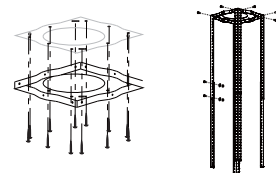

Bild.2
- Taket måste kunna bära minst 40 kg vikt och tjockleken på taket måste vara större än  $\geq 30\text{MM}$ , se bild 2. Borra 1\*170mm hål i taket.
- Använd upphängningstavlan för att borra 12 hål i taket, se bild 2. Använd 12 st ST6\*40mm stora planhuvade skruvar för att fixera upphängningstavlan på taket och sedan 8 st M4\*10 skruvar och M4 muttrar med packningar för att ansluta vinkeljärnet till upphängningstavlan, se bild 1. Beräkna längden på vinkeljärnet och använd 16 st M4\*10 stora planhuvade skruvar och M4 muttrar med packning för att ansluta till ett annat vinkeljärn (den överlappande längden för vinkeljärnen får inte vara mindre än 100MM)